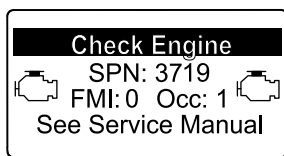

Figura 57
- Avvertenza motore SPN 3719, FMI 0 (Figura 57)